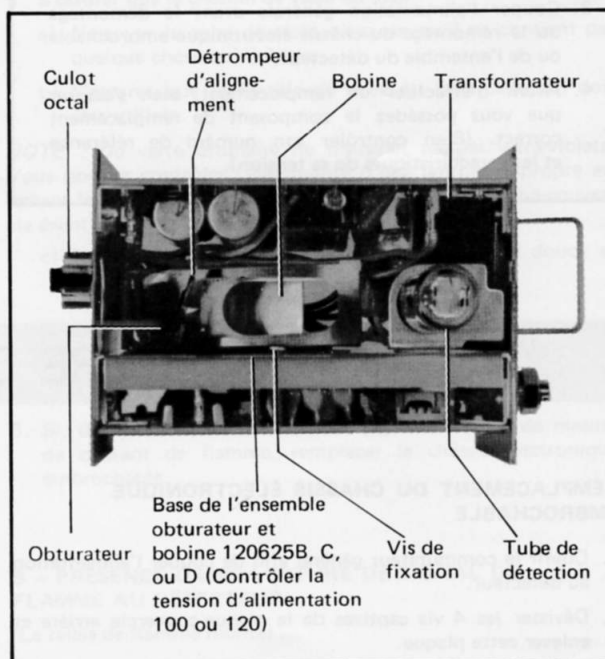

Fig. 16
Faire très attention à ne pas tordre ou causer un quelconque autre dommage à l'obturateur pulsant (Fig. 16).
- Dévisser la vis restante de la base de l'ensemble obturateur et bobine (Fig. 16).